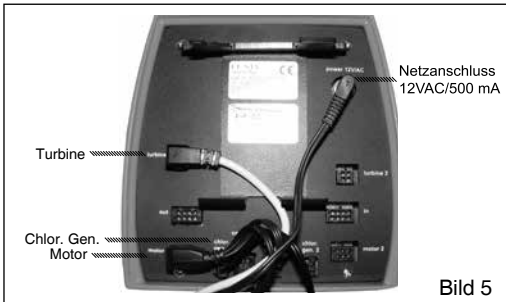

Bild 5
- Auf der Rückseite der **Limex IQ Steuerung** können jetzt die Steckverbindungen (4 Stck.) zum Steuerkopf erstellt werden (Bild 5). Beachten Sie die entsprechende Steckerbelegung.